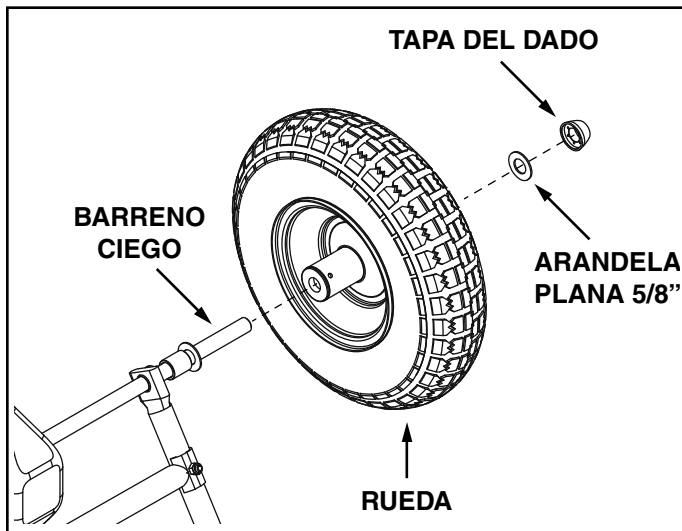

FIGURA 2
3. Coloque una rueda en el extremo del eje que tiene un orificio ciego. El extremo largo del dado pasa por el interior. Véase la Figura 2.
4. Coloque una arandela plana de 5/8 pulg. en el eje y después golpee ligeramente el tapón de rueda sobre el eje hasta que embone en la arandela y el cubo de la rueda. Véase la Figura 2.